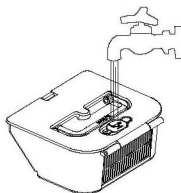

Рис.1
1. Як показано на Рис.1, вийміть резервуар для води, відкрийте гнучкий пластиковий клапан, залийте чисту воду та закрийте клапан.